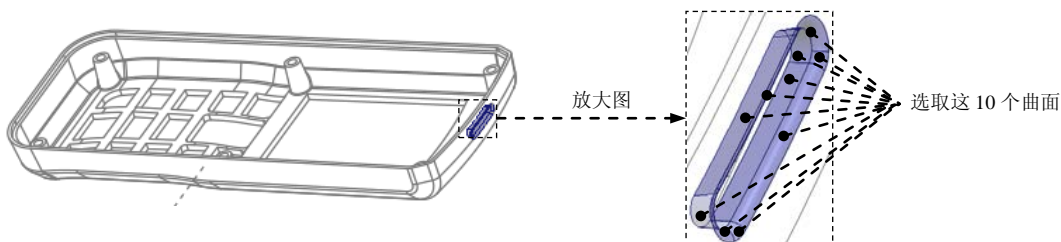

图 31.19 选取曲面（一）
Step5. 复制曲面 1。选取图 31.19 所示的 10 个曲面为复制对象；单击 **模具** 功能选项卡 **操作** ▾ 区域中的 **复制** 按钮；单击 **模具** 功能选项卡 **操作** ▾ 区域中的 **粘贴** 按钮；单击操控板中的“完成”按钮 。